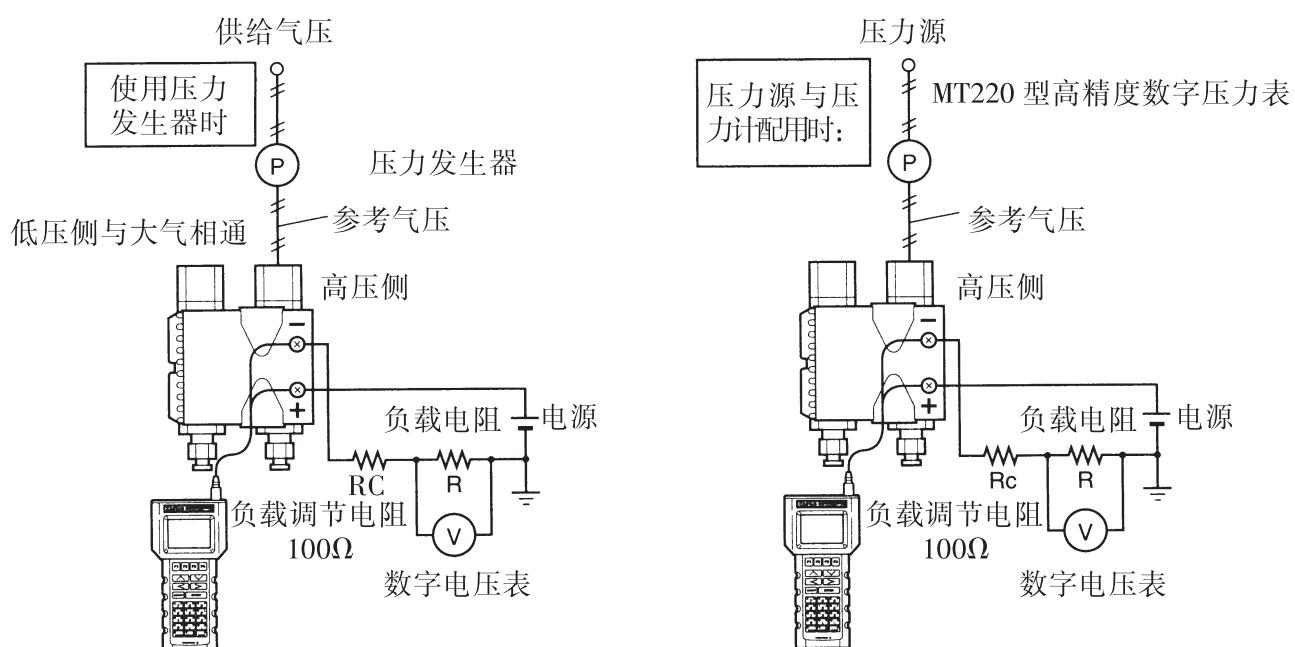

图 9.3.1 仪表连接
- 1) 按图 9.3.1 所示，连接好仪表、并通电预热至少五分钟。